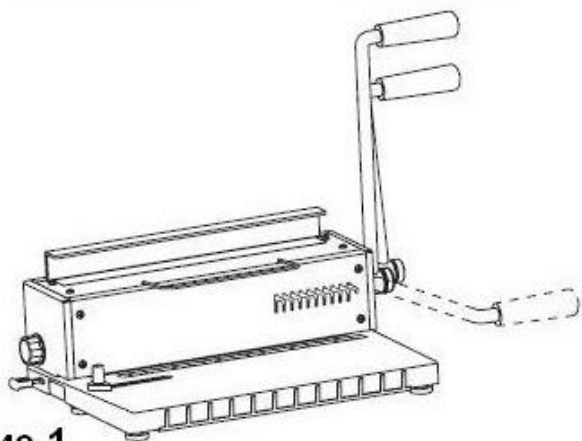

рис.1
- Д. Опустите вниз рукоятку для перфорирования, затем верните её в исходное положение (смотрите рис.1)